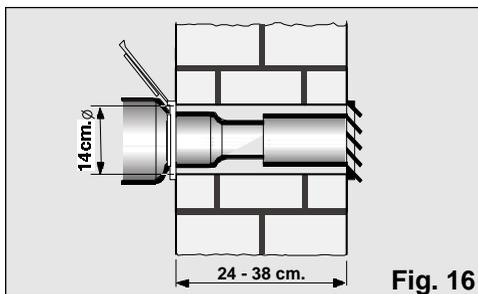

Fig. 16
- Pour expulser l'air chaud à travers le mur, il faut pratiquer un orifice de 14 cm de diamètre dans celui-ci afin de placer la traversée, Fig. 16.